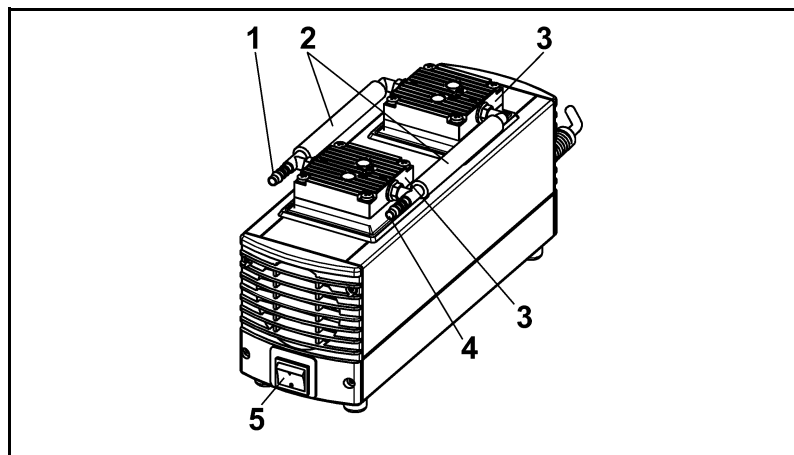

Abb. 2
- Pumpe mit Netzschalter einschalten (siehe Abb. 2 bis 6, je nach Pumpentyp).
- Pumpe mit Netzschalter ausschalten (siehe Abb. 2 bis 6, je nach Pumpentyp).